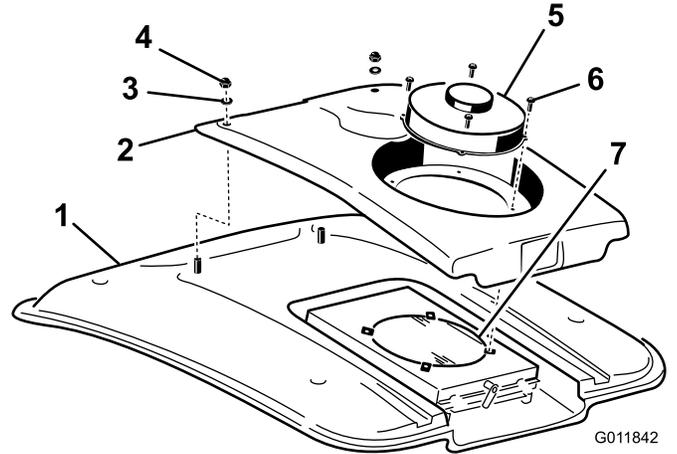

図 73
2. ファンとコンデンサ・カバーをファン・マウントに固定しているネジ（4本）を取る（図 73）。
4. コンデンサ・カバーの前部をキャブの屋根に固定しているナット（2個）とワッシャを外す（図 73）。
8. スクリーンを圧縮空気ですすいで洗い、洗剤で洗剤を洗い落とす（図 73）。